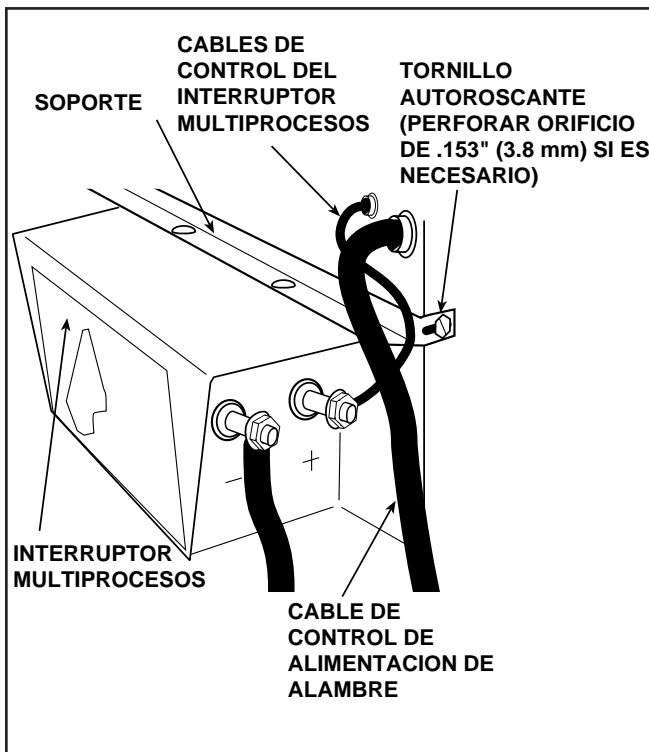

FIGURA C.3 - COLOCACION DEL SOPORTE DEL INTERRUPTOR MULTIPROCESOS
- Coloque el soporte del INTERRUPTOR MULTIPROCESOS a través del frente de la máquina como se muestra en la figura C.3. Utilice tornillos bajo auto roscantes y las roldanas de seguridad que se proporcionan. El soporte deberá estar en la parte externa del panel lateral. Consulte la Figura C.3.
- Coloque el INTERRUPTOR MULTIPROCESOS al frente de la máquina. Consulte la Figura C.3.
- Desplace los cables de control del INTERRUPTOR MULTIPROCESOS a través de los conectores de la caja de anclaje y conéctelos a la tablilla de conexiones. El cable de control del alimentador de alambre se enruta también a través del conector de la caja de anclaje. Consulte la Figura C.3.